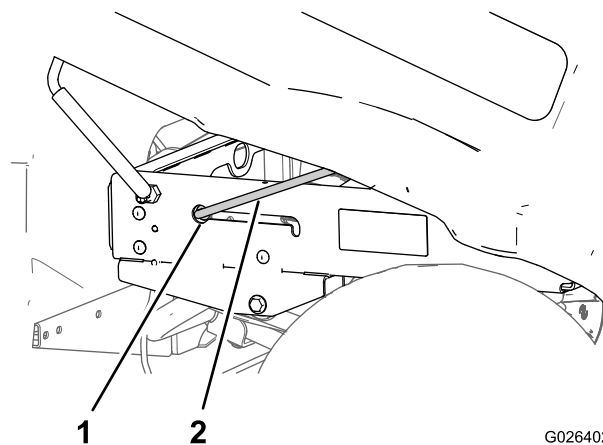

**Figura 17**
4. Ajuste a altura e a posição do equipamento de elevação para que a parte mais curta esteja alinhada com o orifício na extremidade da ranhura da barra de apoio, no canal da estrutura esquerda ou no suporte da barra de apoio (Figura 17).
2. Utilize um equipamento de elevação à frente e atrás da caixa de carga, eleve a caixa de carga e alinhe-a sob a estrutura da máquina com o conjunto do suporte da articulação virado para trás (Figura 17)